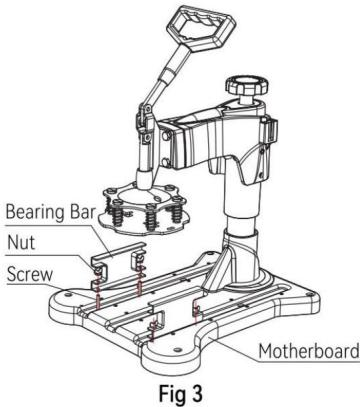

Fig 3
3. Utilisez 4 vis du bas vers le haut, à travers la barre de support à l'arrière du fond de panier, puis verrouillez-la avec des vis à main (comme indiqué dans la figure 3).